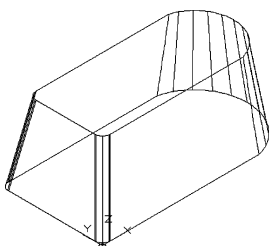

图 12-82 圆角
(7) 单击“三维工具”选项卡“实体编辑”面板中的“圆角边”按钮,圆角半径设为 20,将马桶底座的直角边改为圆角边。绘制结果如图 12-82 所示。
(8) 单击“三维工具”选项卡“建模”面板中的“长方体”按钮,绘制马桶主体,